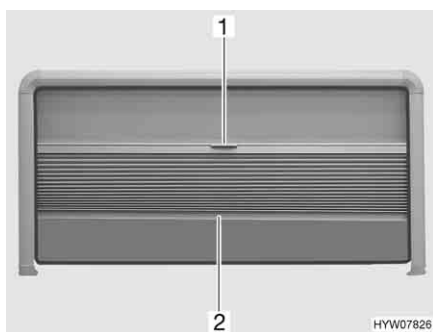

Fig. 27 Finestra apribile
- Afferrare la tendina oscurante pieghevole al centro dell'asta di chiusura (Fig. 27,2) e tirare delicatamente verso il basso.
- Apertura:** ■ Tenere la parte centrale dell'asta di chiusura (Fig. 27,2) della tendina oscurante pieghevole e spingere quest'ultima verso l'alto con cautela.
- Chiusura:** ■ Tirare la zanzariera a rullo verso il basso utilizzando la maniglia (Fig. 27,1).
- Apertura:** ■ Spingere la zanzariera a rullo completamente verso l'alto utilizzando la maniglia (Fig. 27,1).